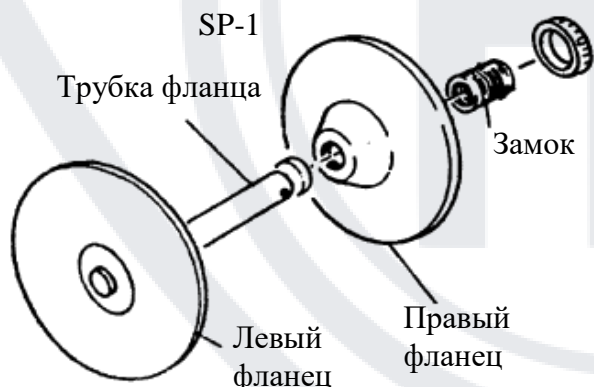

Рис. 10
1. Снимите держатель. Установите сборку, как показано на Рис. 10.